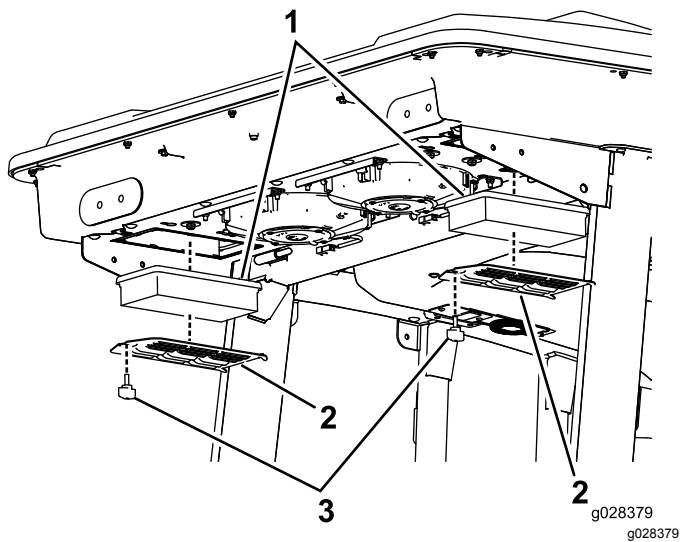
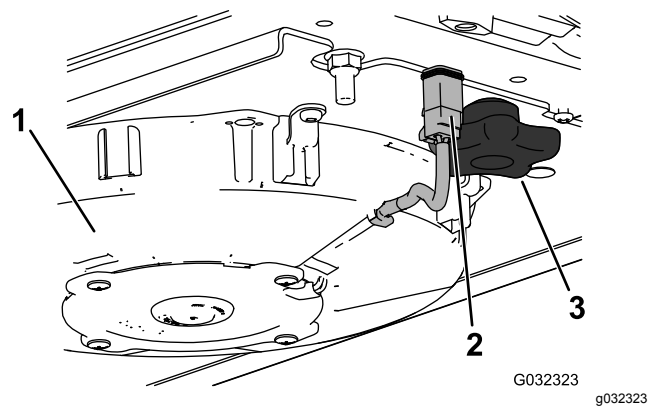
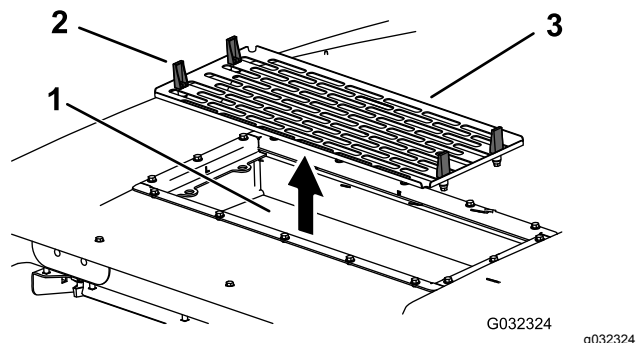

Figura 114
Figura 115
Figura 116
1. Remova os parafusos e as grelhas dos filtros de ar interior e traseiro da cabina (Figura 113 e Figura 114).
5. Retire os filtros de ar (Figura 114).
7. Instale os filtros de ar, painel e conjunto da ventoinha (Figura 114, Figura 115 e Figura 116).
8. Ligue o fio de cada uma das ventoinhas (Figura 115).